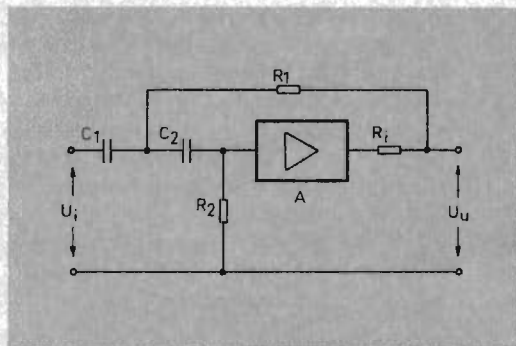

Fig. 2
(t.v.) och aktivt RC-filter av högpasstyp enligt fig. 2 (t.h.).
Det fullständiga uttrycket för högpassthallänken enligt fig. 2 med hänsyn tagen till en icke försumbar inre resistans R_i vid förstärkarens utgång blir
Singularitetsdiagrammen för ekv. (6) och (7) visas i fig. 5. T.v. i fig. 5 visas singularitetsdiagrammet för ett aktivt RC-filter av lågpasstyp enligt fig. 1, t.h. i fig. 5 visas motsvarande diagram för ett aktivt RC-filter av högpasstyp enligt fig. 2.